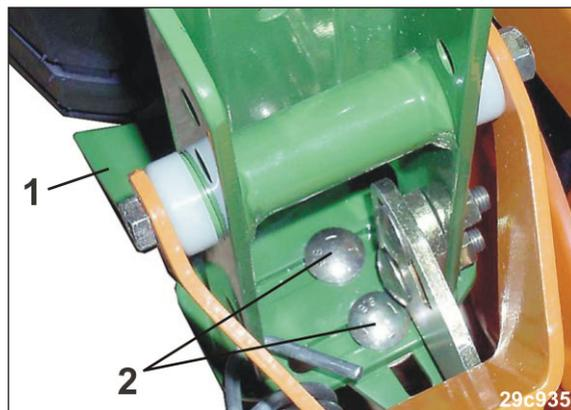

Рис. 232
1. Выверните болты (Рис. 232/2).
2. Отрегулируйте чистик колеса (Рис. 232/1).